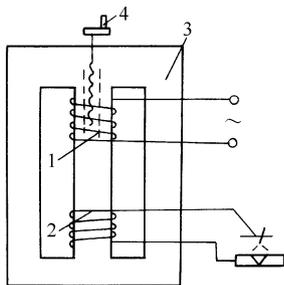

图 4-10 动圈式电焊变压器的结构示意图
2) 动圈式电焊变压器：动圈式电焊变压器没有专门设电抗线圈，它是靠二次绕组本身的漏电抗来控制焊接电流的，其结构如图 4-10 所示。通过转动调节机构的手柄，可使一次绕组上、下移动，改变一、二次绕组之间的距离，即可改变二次侧漏磁通